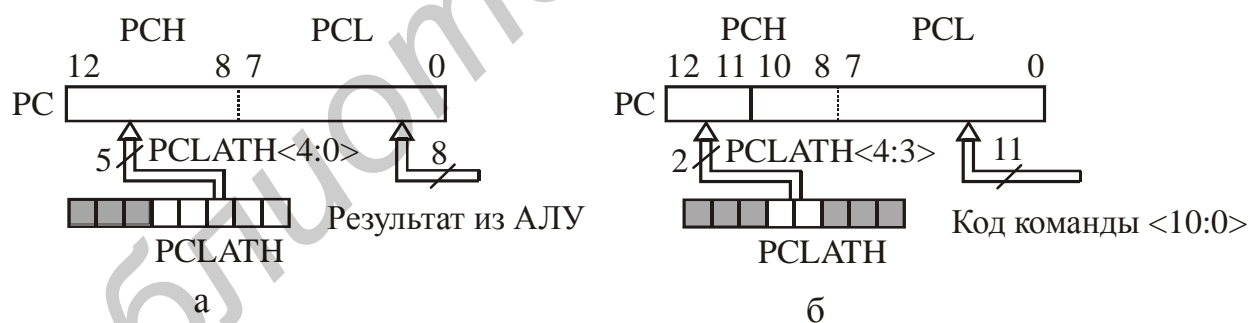

Рис. 1.6. Загрузка счетчика команд:
Счетчик команд (PC) 13-разрядный. Младшим байтом счетчика команд служит регистр PCL, доступный для чтения и записи. Старшие разряды счетчика команд PC<12:8> не могут быть непосредственно считаны или записаны, а адресуются через регистр PCLATH. Содержимое регистра PCLATH заносится в счетчик команд, когда PC загружается новым значением. Это происходит в командах CALL, GOTO и при записи в PCL. По сигналу RESET в счетчик команд записывается '0'. Загрузка счетчика команд в различных ситуациях показана на рис. 1.6.